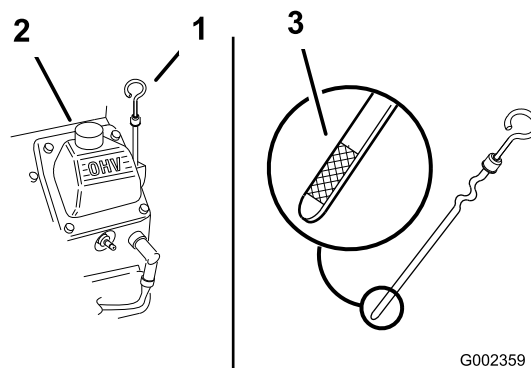

Figura 152
1. Limpe a zona à volta da tampa de enchimento de óleo e a vareta (Figura 152).